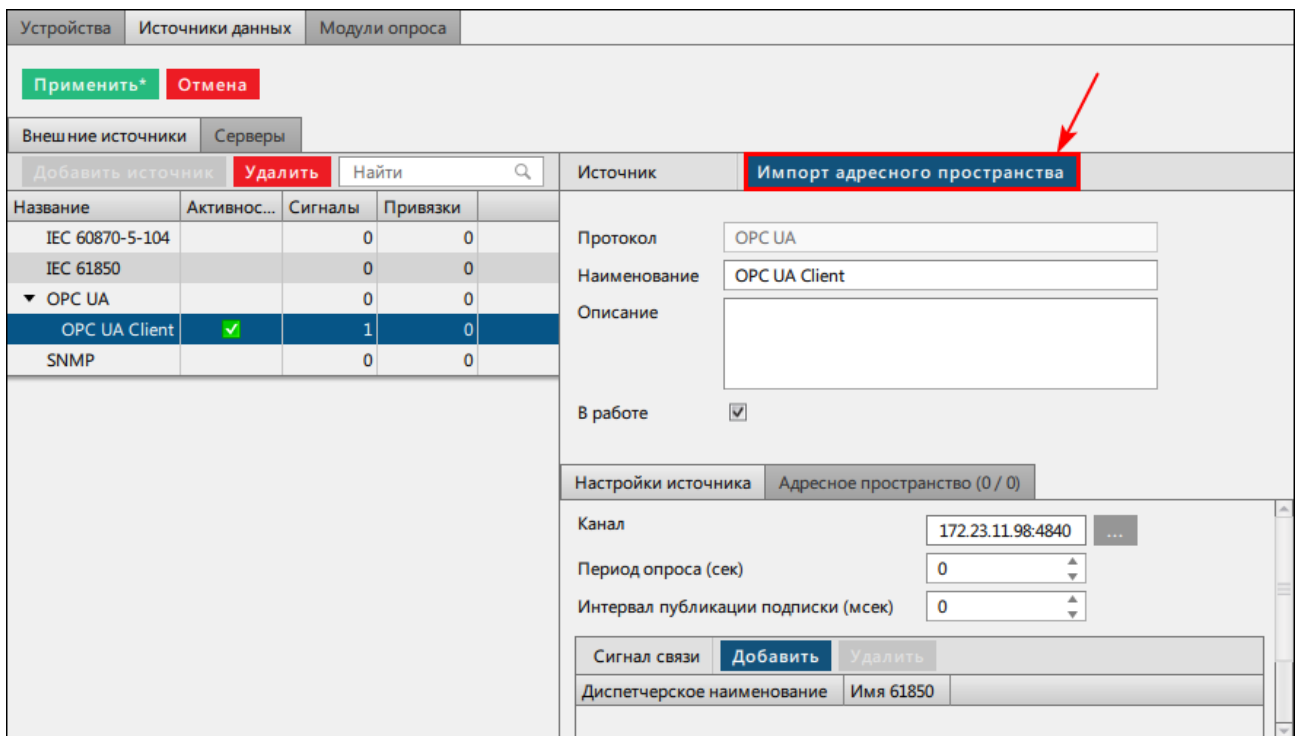

Рисунок 214 - Импорт адресного пространства
4. Выполните **Импорт адресного пространства** устройства, с которого будет производиться получение данных (Рисунок 214).